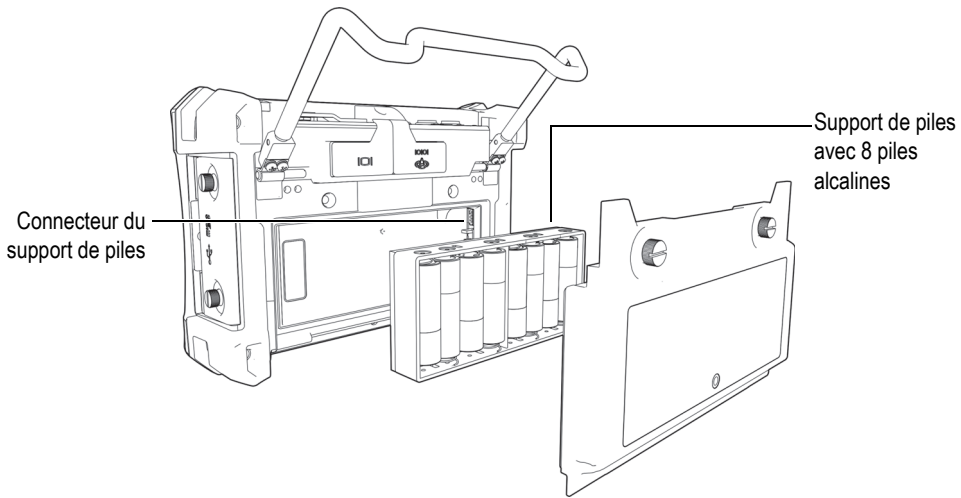

Figure 1-12 Support de piles alcalines
6. Installez le support de piles alcalines dans le compartiment à batterie (voir la Figure 1-12 à la page 38).